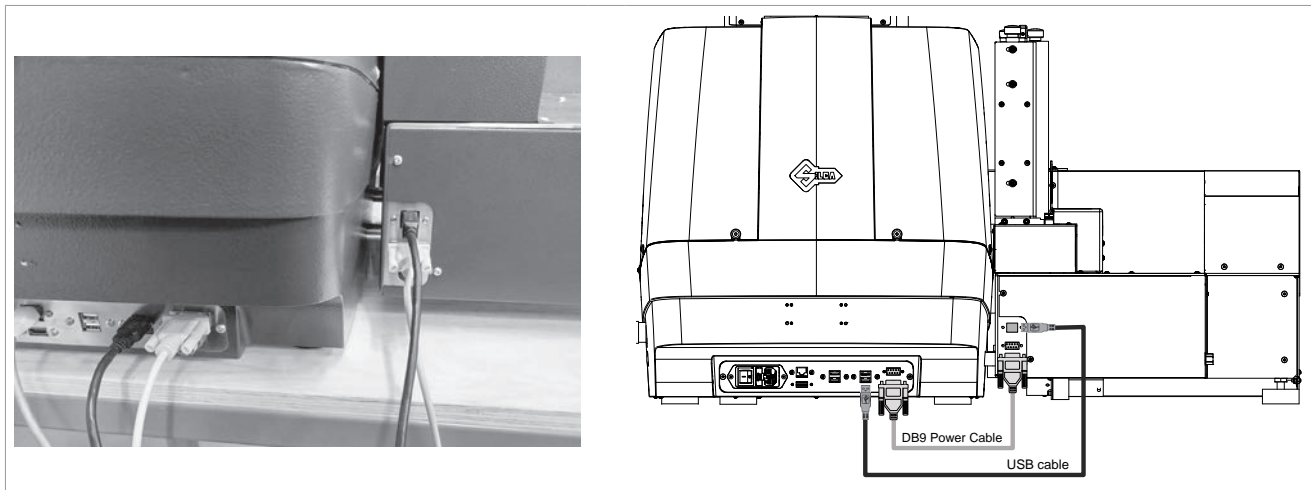

Fig. 129
- 1) **Schakel de machine uit met de hoofdschakelaar (B) gelegen op de achterzijde.**
- 2) Controleer de aansluiting van de kabels tussen de machine en de aanvoereenheid (Fig. 129).